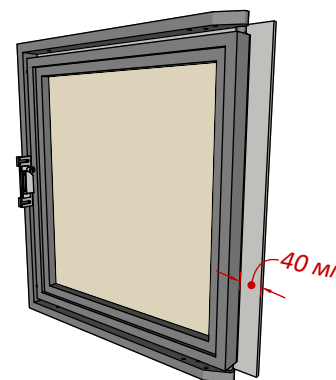
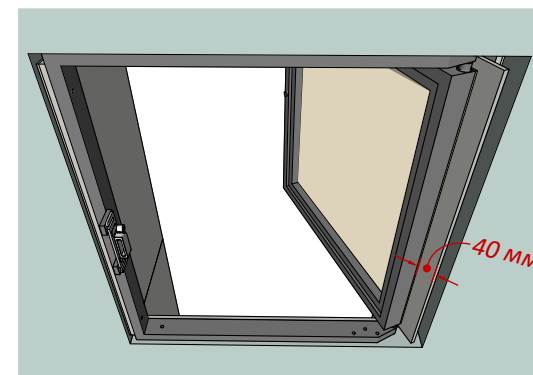

Рис. 4
Рис. 5
2) Плитка на створке люка со стороны петель должна выступать на 40 мм (Рис. 4) и при открывании люка эти 40 мм будут входить в проём (Рис.5) на 70 мм от лицевой плоскости люка без клея и плитки.